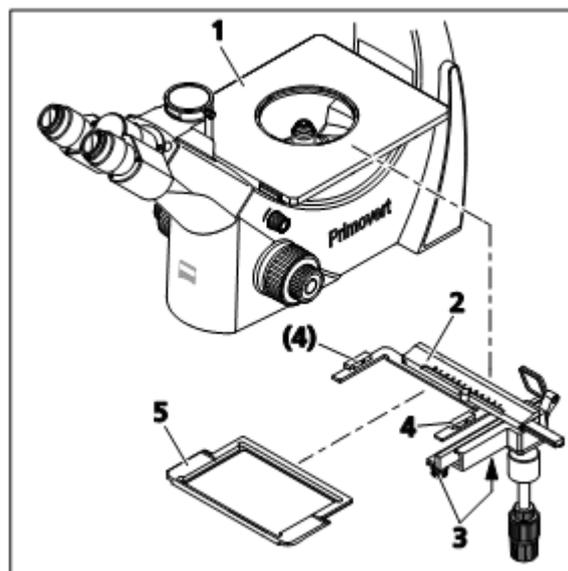

图 8 安装样品移动控制杆并插入培养皿固定架
- 从下面将样品移动控制杆连接到载物台（图 8/1）的右侧，并使用样品移动控制杆的两个滚花螺钉（图 8/3）将其固定。
- 取决于使用的样品容器，将通用培养皿固定架 M 或 96-位微量滴定板的培养皿固定架（图 8/5）插入样品移动控制杆中。请保证培养皿固定架正确地固定在两个固定夹中（图 8/4）。